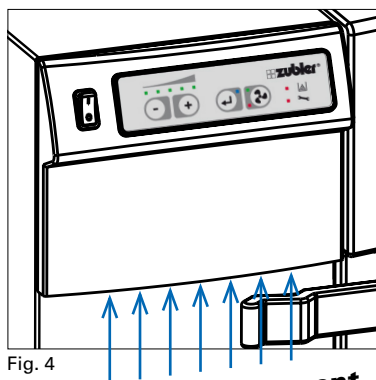

Fig. 4
- Le système d'extraction doit pouvoir aspirer de l'air froid par l'avant. (Fig.4)